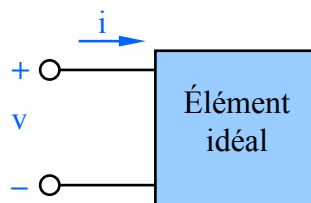

FIGURE 1.1 – Élément de circuit idéal
Dans tout ce qu'on va faire dans ce cours, on considère que les éléments de circuit sont idéaux. L'élément de circuit idéal est donné à la figure 1.1.
Si le courant et la tension sont donnés comme à la figure 1.1 (le courant entre dans la borne +), on utilise un signe positif (+) dans toute équation qui relie la tension au courant. Sinon, on utilise un négatif (-).
La référence utilisée est la suivante, selon la convention de la figure 1.1 :
Pour le troisième cas, le courant est dans le sens contraire de la référence de la figure 1.1, donc c'est un courant négatif. On obtient $p = (10)(-4) = -40\text{W}$. Puisque la puissance est négative, l'élément fournit de la puissance.
Dans une résistance, si on utilise la référence de la figure 1.1 (le courant entre dans la borne +), la puissance dans la résistance est :